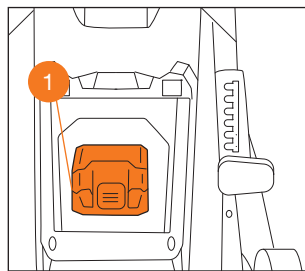

Рис. 13
- Вставьте аккумулятор в разъем газонокосилки **1** (Рис. 13). Убедитесь в правильном расположении аккумулятора и соединении контактов.
- Нажмите кнопку блокировки включения **1** (Рис. 13).
- Продолжая удерживать кнопку блокировки включения, прижмите рычаг включения двигателя **2** к рукоятке (Рис. 13). Двигатель заработает и нож начнет вращение.